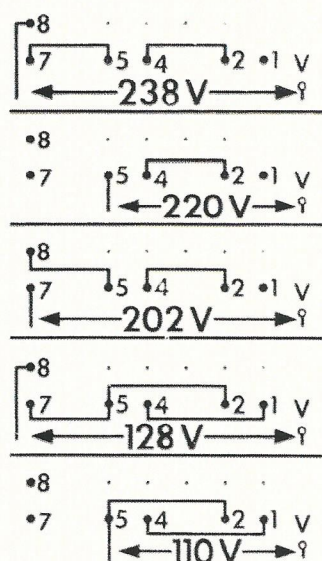

Fig. 3. Adaptation de transformateur secteur
- Modifier les connexions primaires du transformateur secteur conformément à la figure 3, dont le schéma est visible sur la partie intérieure du panneau latéral.